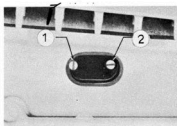

Fig. 18
3. Vrid justerskruvarna för huvud- och tomgångsmunstyckena medurs så långt det går (fig. 18).